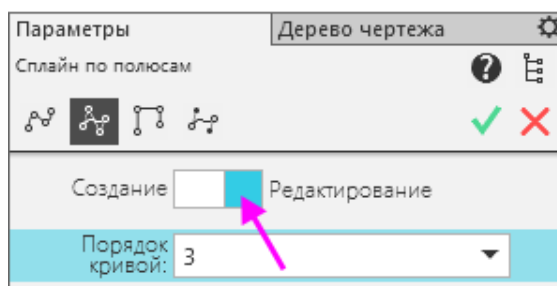

Рисунок 8
- Если требуется изменить положение характерной точки 2, переключитесь на режим Редактирование щелчком мыши на Панели параметров и «перетащите» ее. (рисунок 8)